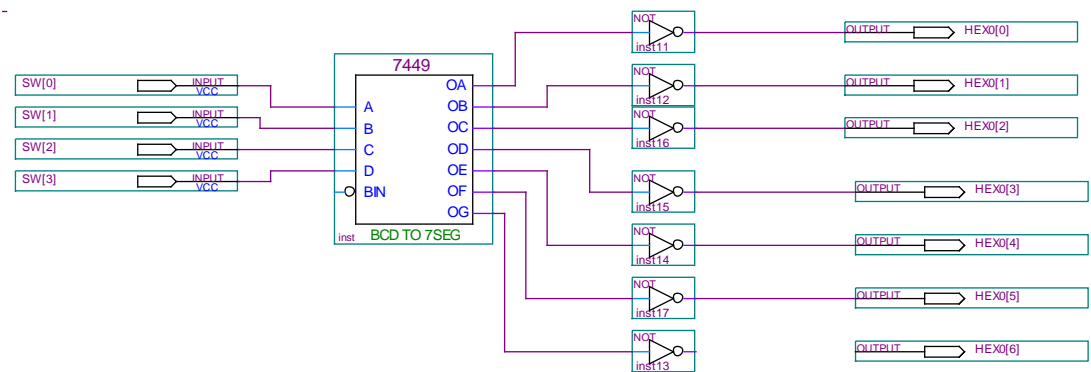

Figura 2. Diagrama esquemático com o decodificador 7449.
Passo 2. Crie um diagrama esquemático no ambiente Quartus II da Altera, conforme a Figura 2. Faça um *deploy* na placa e observe o comportamento do circuito.